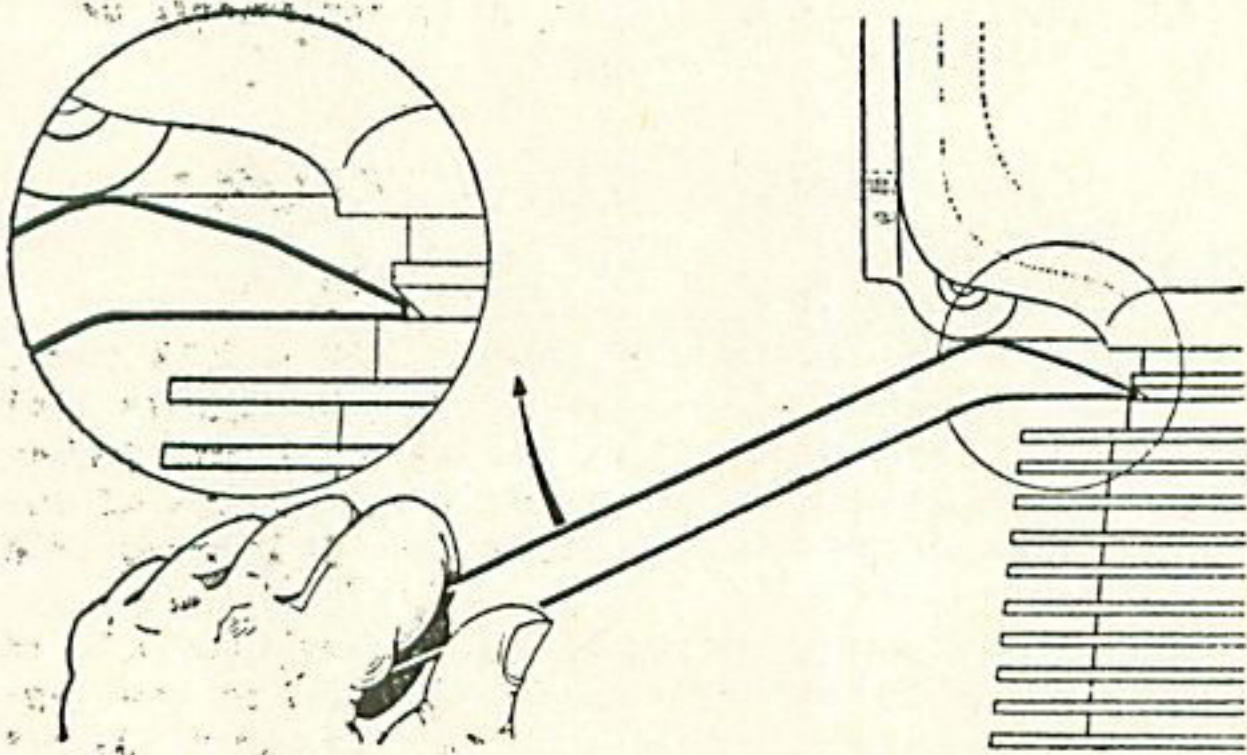

Fig. 7. — Décollage d'un cylindre.
- Desserrer les écrous fixant le cylindre, insérer un levier entre celui-ci et le carter (fig. 7), en prenant soin de ne pas prendre appui sur la collerette de la chemise.